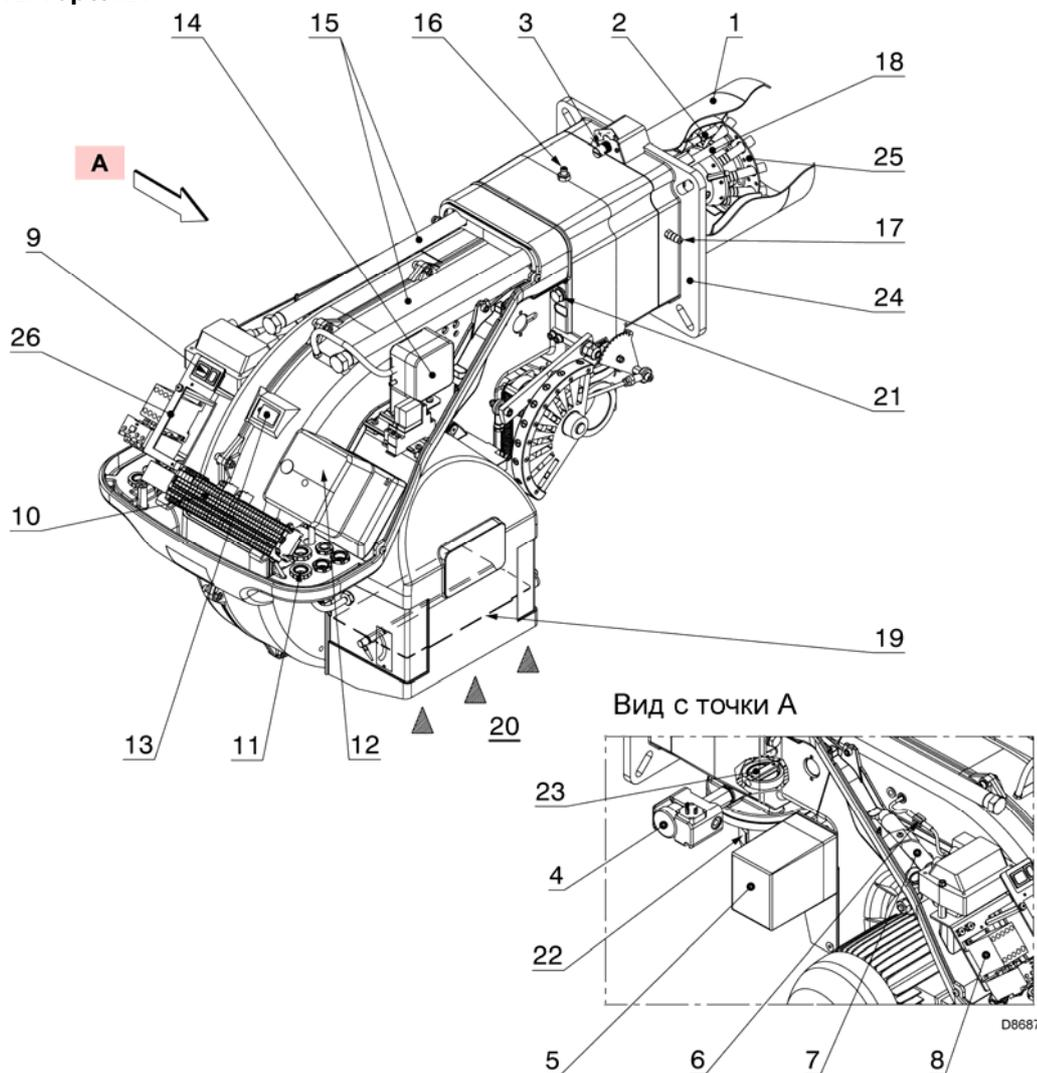

Рис. 5
- (1) При следующих условиях: Температура окружающей среды 20°C – Температура газа 15°C – Атмосферное давление 1013 мбар – Высота над уровнем моря 0 метров
(2) Давление газа на муфте (16) (рис. 5) при нулевом давлении в камере сгорания, мощность горелки максимальная.
(3) Звуковое давление было измерено в лаборатории на заводе изготовителе, горелка работала на испытательном котле при максимальной мощности.